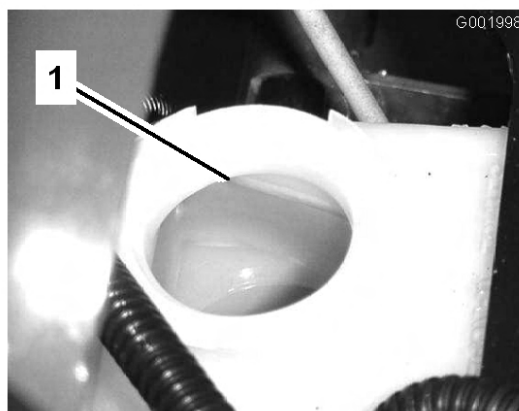

Bild 58
2. Der Flüssigkeitsstand sollte die Volllinie am Behälter erreichen (Bild 58).